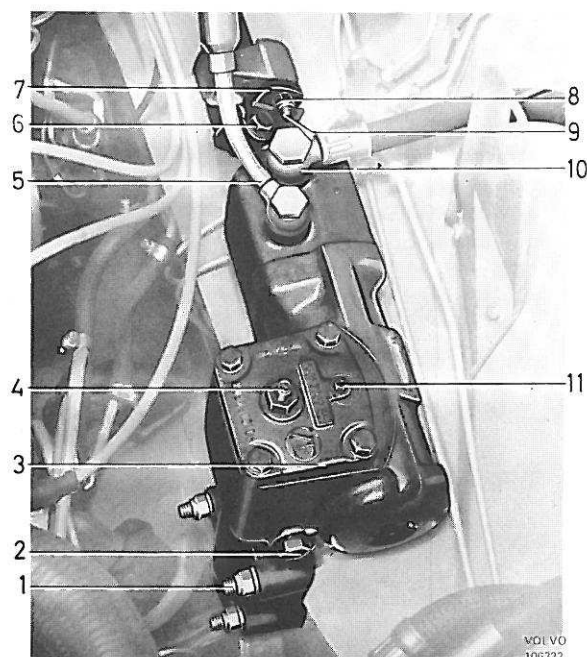
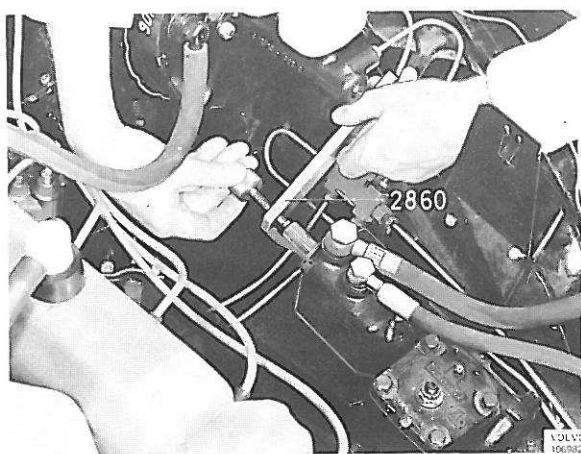

Figure 78. Boîtier de direction en place
Figure 81. Démontage de la bague d'étanchéité
Soulever le train avant de la voiture. Enlever le bouchon de vidange (2, figure 78). Tourner le volant jusqu'à la position de butée de gauche. Enlever le bouchon du réservoir d'huile. Mettre le moteur en marche et le laisser tourner au maximum pendant 10 secondes afin de vider toute l'huile du réservoir et de la pompe. Arrêter le moteur et tourner le volant d'une position de butée à l'autre jusqu'à ce que toute l'huile soit évacuée.
4. Ouvrir la vis de purge (11, figure 78) de 1/2 à 1 tour. Fermer la vis lorsque l'huile commence à s'échapper.
- Enlever le contre-écrou de la vis de réglage (4, figure 78).
- Désassembler le dispositif d'entraînement en enlevant les deux écrous (8, figure 78) et les vis (9). Dégager le disque caoutchouc et la partie inférieure de la colonne de direction.
- Repérer la position du flasque d'entraînement (7) sur la tige de commande de direction. Dévisser la vis de serrage (6) et démonter le flasque d'entraînement.
- Monter avec précaution l'outil 2860 dans la bague d'étanchéité. Serrer la vis (figure 81), ce qui permet de retirer la bague d'étanchéité. Si elle reste coincée dans la gorge à circlips, tourner l'outil avec précaution dans les deux sens.
- Déconnecter les conduits d'huile (5 et 10, figure 78) du boîtier de direction après avoir bien nettoyé les raccords. Enlever la vis de serrage (6).
3. Introduire la tige de commande de direction dans le flasque d'entraînement de la colonne de direction. Mettre les vis de fixation (1, figure 78) et les serrer. Serrer la vis de serrage (6). Connecter les conduits d'huile. Le long conduit de refoulement doit être cintré vers l'arrière, figure 44, et doit être bien étayé avec une attache.